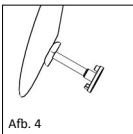

Afb. 2
■ **Afb. 1a, 1b/2** De Sizer Disk (Afb. 1a, 1b) voor totale prothesen bezit acht satellietvormig aangebrachte afzonderlijke Sizers van verschillende lengte (3,0-7,0 mm). Op de achterkant van elke Sizer is de betreffende lengte vermeld (Afb. 2). De uitsparingen en boringen dienen om het gewicht te verlagen en om een beter overzicht tijdens de meting in het middenoor te verkrijgen.